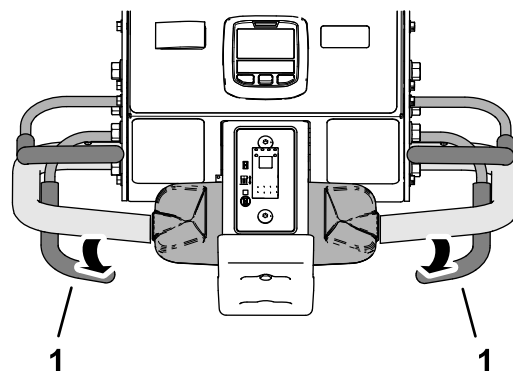

Figura 95
- Rilasciate la barra di arieggiatura (Figura 95).